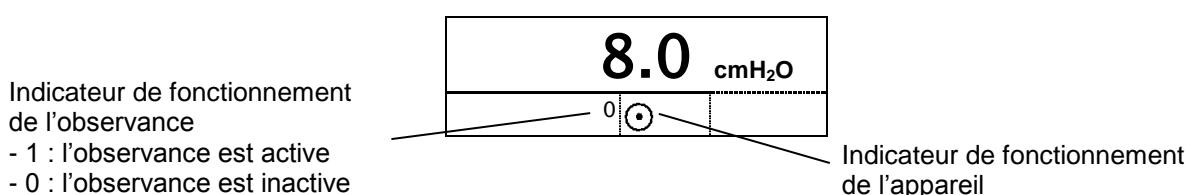

Figure 7 - Vue de l'afficheur quand l'appareil est en fonctionnement
- L'afficheur affiche la pression mesurée ainsi que deux indicateurs montrant l'un le fonctionnement de l'appareil et l'autre celui de l'observance (voir Figure 7 - Vue de l'afficheur quand l'appareil est en fonctionnement).